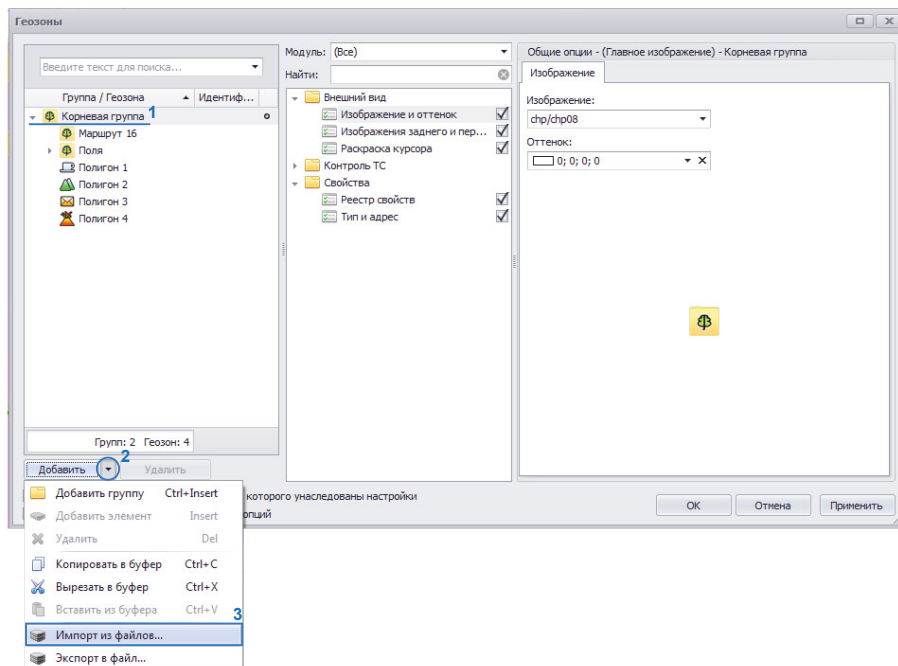

Рис.3. Импорт полей.
Для импорта полей необходимо перейти в меню «Геозоны» (Рис.3). Для этого выбрать *Главное меню – Меню Настройка – Геозоны...* или нажать комбинацию клавиш Ctrl+G.
- В меню «Геозоны» выбрать группу в которую будет импортирован список полей (**Рис.3, п.1**). При необходимости пользователь может создать новую группу, нажав кнопку «Добавить» или выбрав команду «Добавить группу» в контекстном меню кнопки.
- В контекстном меню кнопки «Добавить» (**Рис.3, п.2**) выбрать команду «Импорт из файлов..» (**Рис.3, п.3**), затем выбрать файл для импорта.